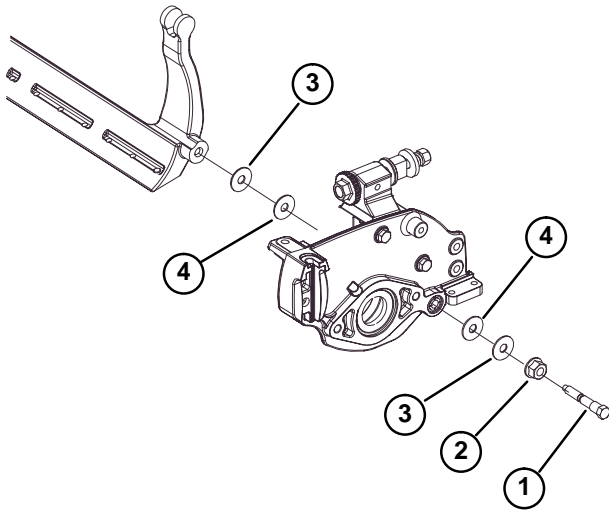

図 19
4. ベッドバー・ボルトを左右からゆるめていくとベッドバーが下に抜ける。ベッドバーの左右にナイロン製とスチール製のワッシャが1枚ずつ(図19)付いているのでなくさないようにする。
- 1 . ベッドバー・アジャスタにベッドバーを組み込む。サイドプレートの両側とも、ナイロンワッシャの外側にスチールワッシャがくるように組み付けること (図 19)。